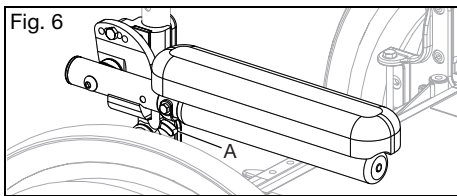

Fig. 6
- a. Presione la palanca de liberación (Fig. 6:A) hacia arriba para liberar el apoyabrazos.